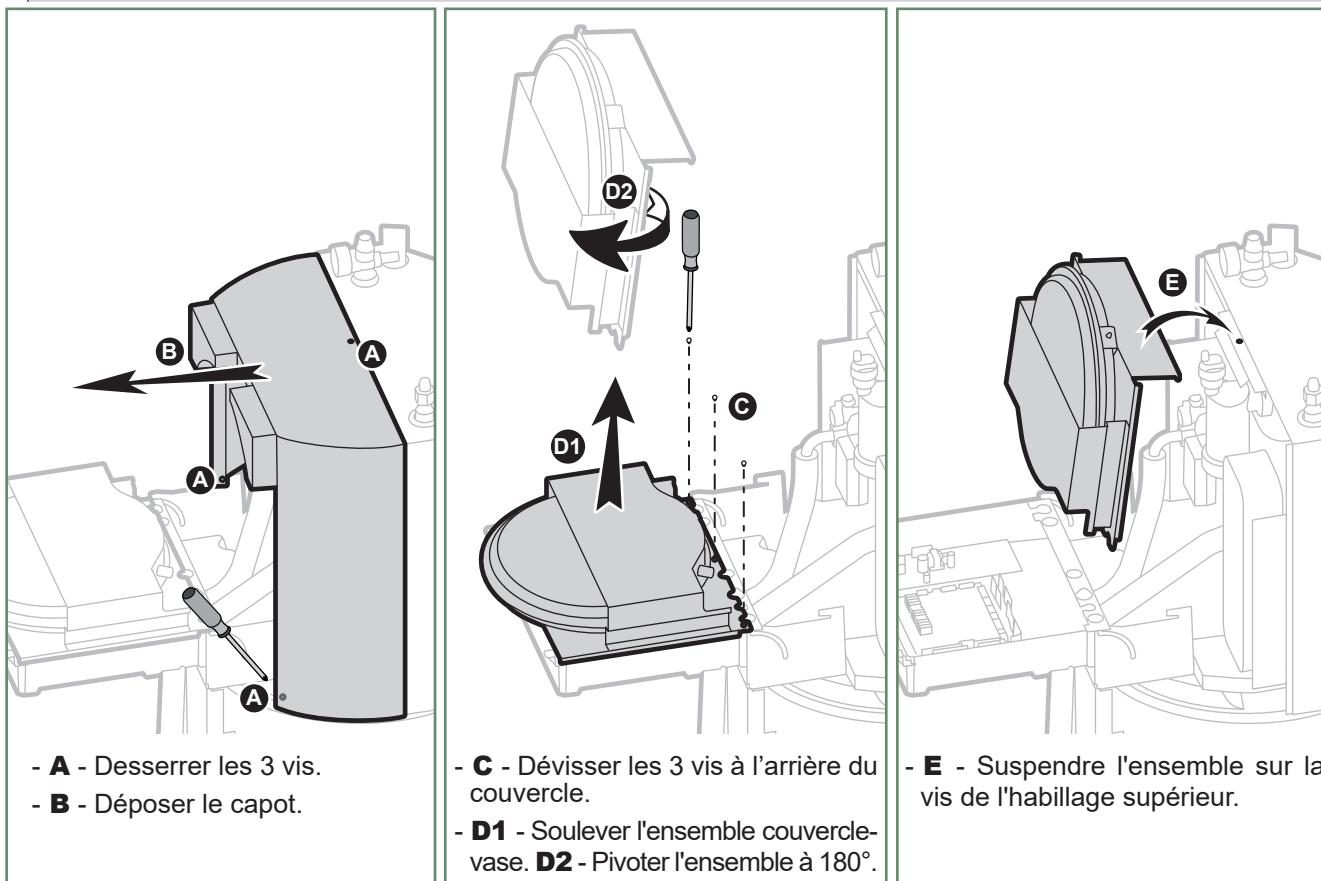

fig. 58 - Accès coffret électrique
- Déposer le capot. Ouvrir le coffret électrique (*fig. 58*).
Les fusibles sont situés sur les cartes électroniques et sur le faisceau alimentation (voir *fig. 58 ou page 70*).